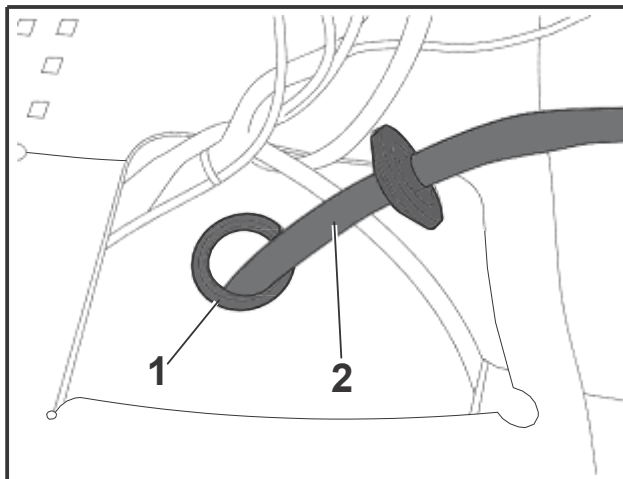
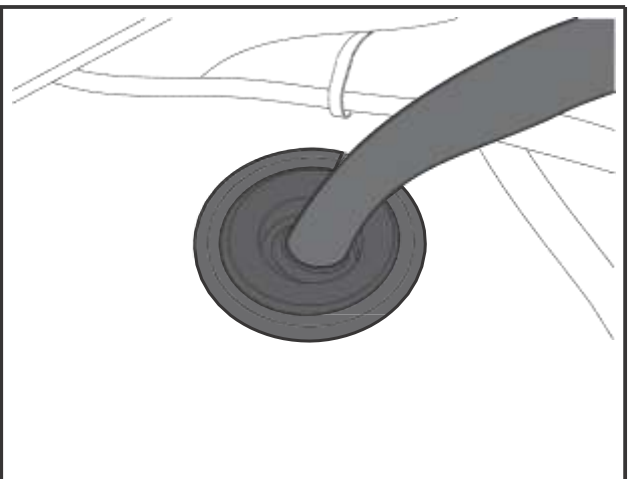

Fig. 2: passacavo cabina doppia
Fig. 3: set di cavi cabina doppia
- 7b. Veicoli con cabina doppia: rimuovere il tappo (fig. 2/1) del veicolo al di sotto del sedile sinistro, tagliare il coperchio interno del tappo e inserire nuovamente quest'ultimo nel veicolo. Estrarre il fascio di cavi (fig. 2/2) dall'esterno attraverso l'apertura nel tappo all'interno dell'abitacolo del veicolo e chiudere con il passacavo fissato sul fascio di cavi (fig. 3). Impermeabilizzare inoltre il passacavo/tappo con utensili da officina (ad es. nastro butilico).